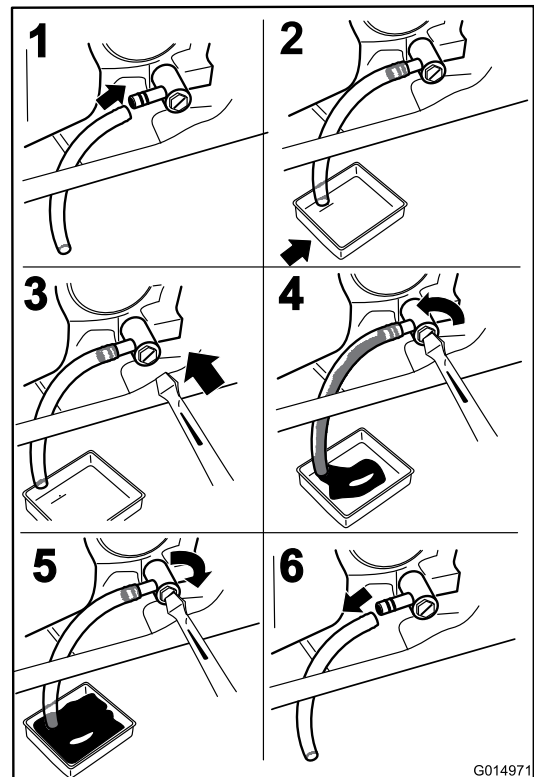

Figure 30
3. Avant de quitter la position de conduite, coupez le moteur, enlevez la clé de contact et attendez l'arrêt de toutes les pièces mobiles (Figure 30).